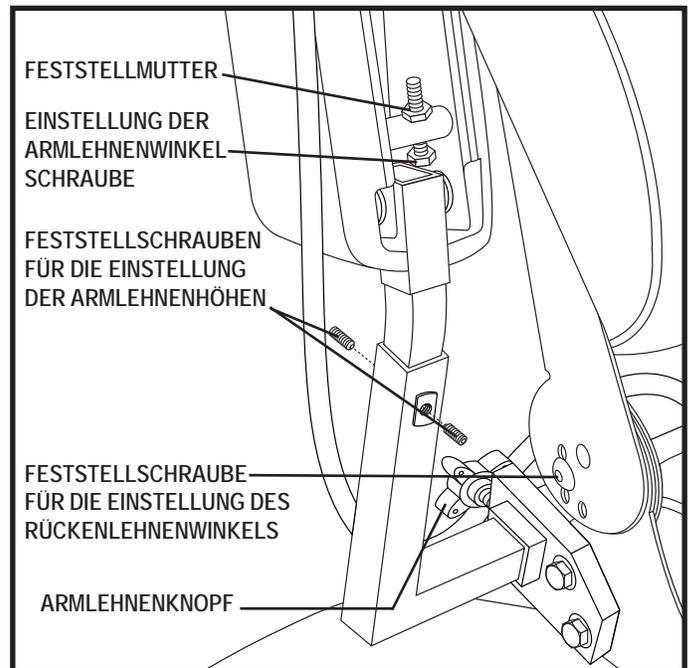

Abb. 13. Einstellung der Rücken/Armlehnen
1. Entfernen Sie die Einstellschrauben von allen Sitzangeln. **Siehe Abb. 13.**
1. Finden Sie die beiden Knöpfe an den Seiten der Halterung des Armlehnengriffstücks. **Siehe Abb. 13.**
1. Lockern Sie die beiden Feststellschrauben, die sich auf dem Griffstück der Armlehnen befinden. **Siehe Abb. 13.**